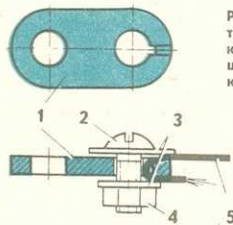

Рис. 1. Крепление троса: 1 — планка; 2 — винт; 3 — шайба; 4 — гайка; 5 — трос.
Трос газа перетирается чаще всего у входа в трубку в салоне. Рекомендую не покупать новый трос, а найти любой похожего диаметра и на полметра длиннее. Опаять оба конца, просунуть со стороны двигателя, оставив в моторном отсеке длинный хвост, и соединить с педалью посредством планки, изображенной на рис. 1. При следующем обрыве доста-
Для редукторов ВА3а нужно рассчитать толщину нового регулировочного кольца 15 (см. рис. 1а, б)* и установить его на ведущую шестерню 23. Для расчета воспользуйтесь формулой:
* Напоминаем, что номера позиций, обозначающих детали редуктора, приведены по рис. 1а, б, в, опубликованному в № 9.